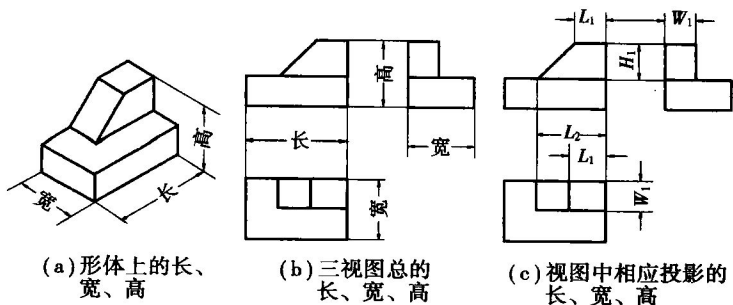

图 1.11 三视图的尺寸关系
①长对正。主视图与俯视图之间相应投影的长度要相等,并且要对正,这叫长对正。
②高平齐。主视图与左视图之间相应投影的高度要相等,并且要平齐,这叫高平齐。
③宽相等。左视图与俯视图之间相应投影的宽度要相等,这叫宽相等,如图 1.11 所示。